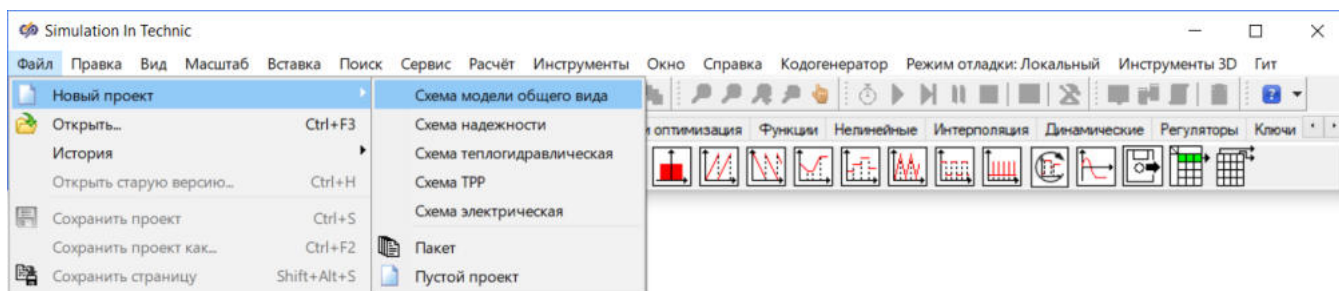

Рис. 1. Главное окно SimInTech с выделенным меню создания нового проекта.
2. В выпадающем меню выбрать пункт **Схема модели общего вида** (Рис. 1).